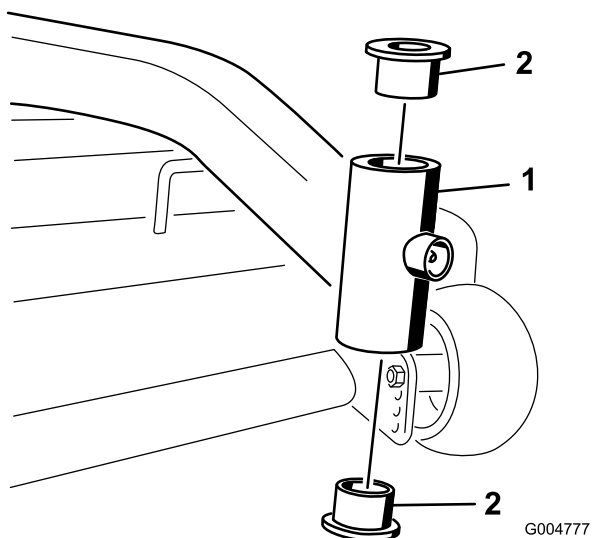

Figure 33
- Insérez un chasse-goupille dans le tube de montage et chassez les bagues avec précaution (Figure 33). Nettoyez l'intérieur du tube de montage.
- Vérifiez l'usure de la chape de la roue pivotante et remplacez-la le cas échéant (Figure 33).
- Insérez la chape dans les bagues à l'intérieur du tube de montage. Remplacez la ou les entretoise(s) sur la chape et fixez-les avec la bague de retenue (Figure 33).